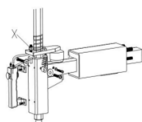

Fig. 22
Nota: Si el brazo vertical no se bloquea o no cumple con el requisito de 2-3 mm de distancia desde la parte inferior del cabezal de montaje/desmontaje hasta el aro, por favor ajuste la placa de bloqueo hexagonal, consulte la Fig. 22 y ajuste la (X).